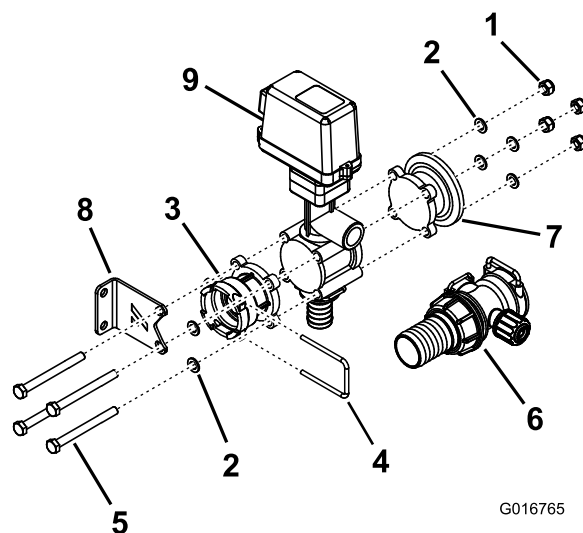

Bild 33
- Befestigen Sie das T5-Adapteranschlusstück mit diesen vorher entfernten Teilen am Rührwerkventil: Linke Befestigungshalterung, vier Gewindestangen, sechs Scheiben und acht Sicherungsmuttern, wie in Bild 33 dargestellt.
- Befestigen Sie den T5-Adapteranschluss mit dem Umwälzungsventil (Bild 33).